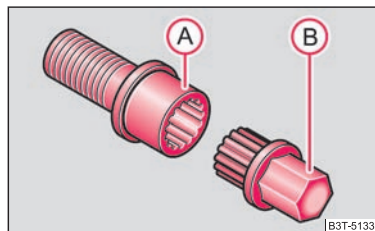

Fig. 200 Șurub de siguranță cu adaptor
- Introduceți adaptorul (B) ⇒ fig. 200 cu partea zimțată până la limită pe interiorul zimțat al șurubului de siguranță (A), astfel încât să se mai vadă numai partea hexagonală ⇒ fig. 200.
- Împingeți cheia de roată până la capăt, pe adaptor (B).